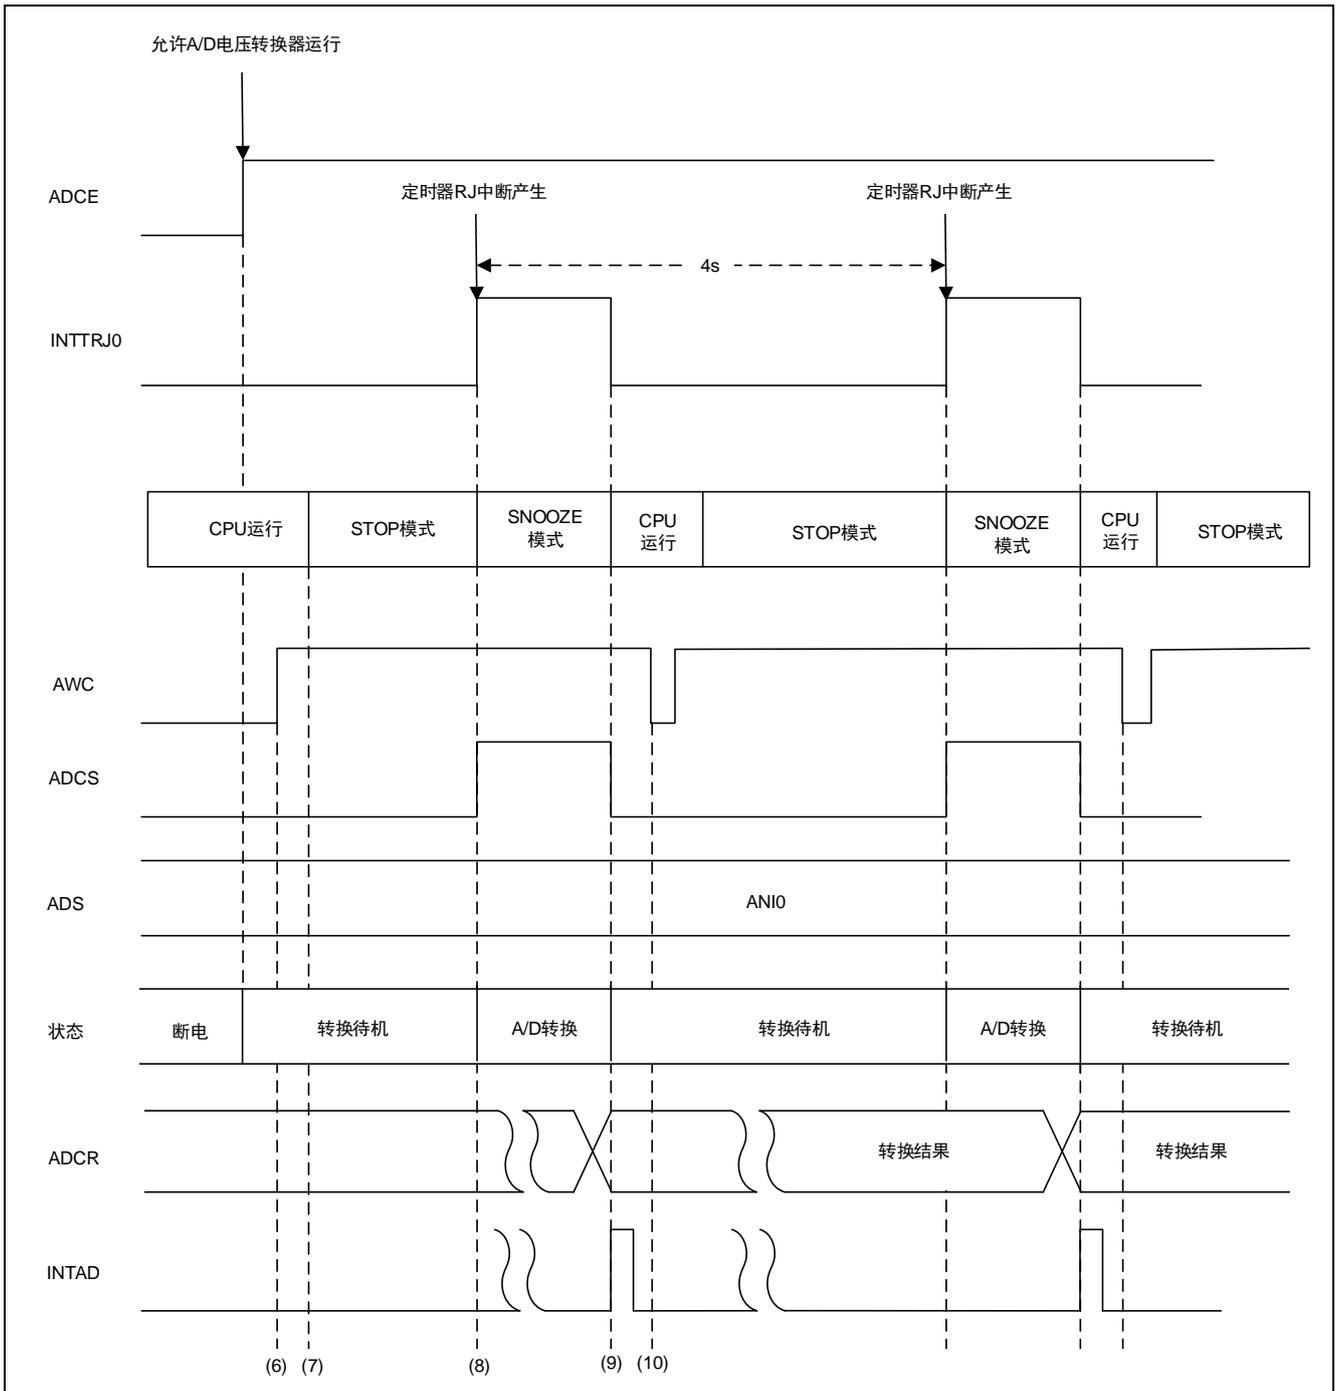

图 1.1 A/D 转换器的 SNOOZE 操作概要
相关外围功能及用途，请参见“表 1.1”。A/D 转换器的 SNOOZE 操作概要，请参见“图 1.1”。另外，“图 1.1”下方所标的序号是“5.1 操作概要”的处理序号。
备注： 图 1.1 中的 (6) ~ (10) 请参照“5.1 操作概要”。
“图 1.1”下方标示了执行以下处理的时序。